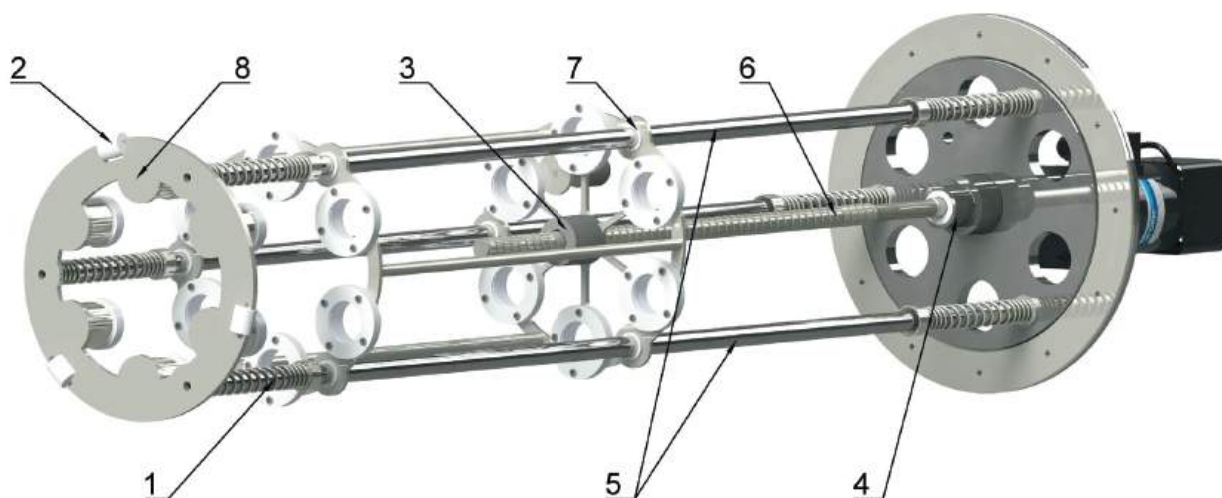

Рис. 15 Внутреннее устройство CAO
6. прокручивая руками вал 6, снять суппорт с направляющих суппорта 5 (Рис. 15);
1. Взять новые втулки скольжения и смонтировать в посадочные места на суппорте (Рис. 15);
1. Установить вал **6** с корпусом подшипников **4** и прокладкой в посадочное место так, чтобы он зашел в резьбу втулки на суппорте (Рис. 15);